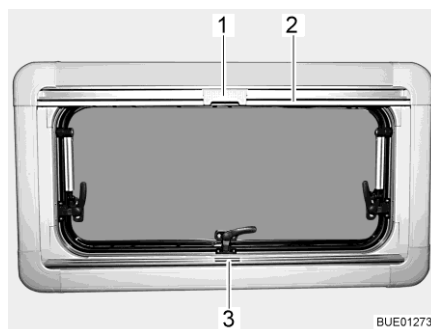

Fig. 106 Finestra apribile
- Afferrare la tendina oscurante pieghevole per la parte centrale della barra di presa (Fig. 106,3), tirarla dal basso verso l'alto e rilasciarla nella posizione desiderata. La tendina oscurante pieghevole rimane in questa posizione.
- Tirare la zanzariera a rullo accompagnandola con la barra di presa (Fig. 106,2) verso il basso, fino a quando la barra di presa non arriva a contatto con la tendina oscurante pieghevole (Fig. 106,3).
- Bloccare l'aggancio (Fig. 106,1) della zanzariera a rullo nella barra di presa della tendina oscurante pieghevole.
- Premere in alto all'indietro l'aggancio (Fig. 106,1) sulla zanzariera a rullo.
- Ricondurre lentamente la zanzariera a rullo accompagnandola con la barra di presa (Fig. 106,2).